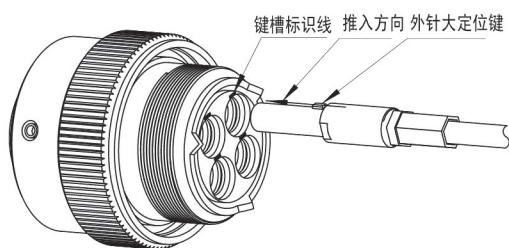

图2.5定位键对准白色标识
3) 将装配好的高速差分接触件，以外接触件定位键为基准，对准连接器封线体上白色标识方向如图2.5